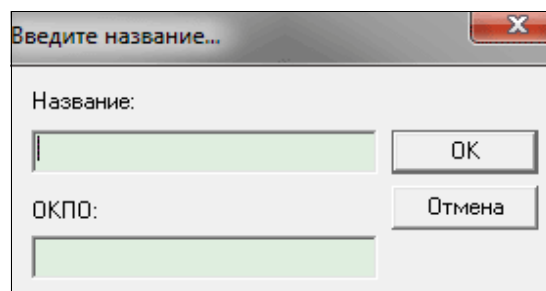

Рис. 5.3.
2. в открывшемся окне (см. рис. 5.3.) ввести название подразделения ресторана и ОКПО;
3. в открывшемся окне (см. рис. 5.3.) ввести название секции;